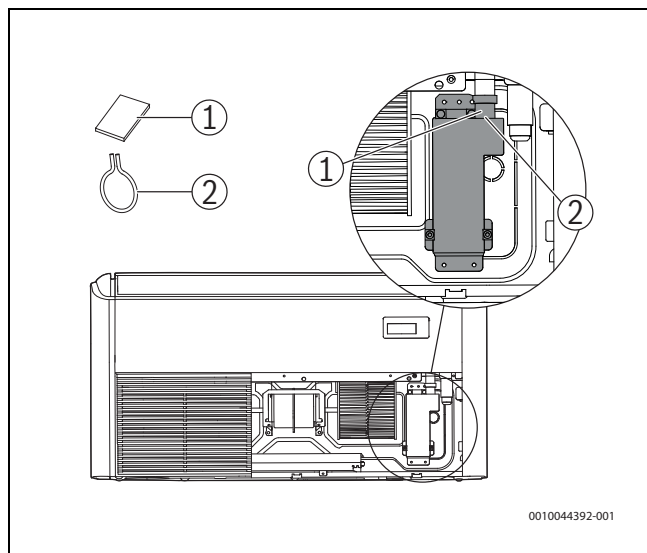

Fig. 65
- ▶ Retirar espuma (→ Fig. 65 [1]) da saída de condensados, depois desmontar a braçadeira de mola (→ Fig. 65 [2]).
- ▶ Retirar as tampas das válvulas de um par de ligação (→ Fig. 65 e 113 [1], [2] e [3]).